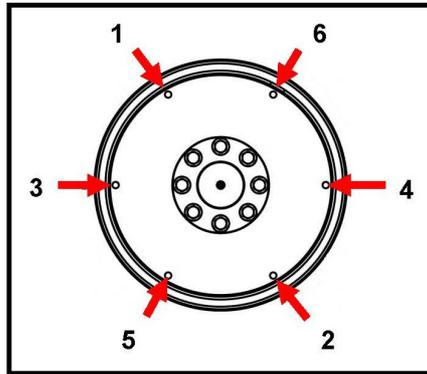

FIGURA 22. SEQUÊNCIA DE FIXAÇÃO
10. Aperte os parafusos para fixar o disco de acoplamento ao volante do motor, de acordo com a sequência ilustrada em Figura 22 na página 40.